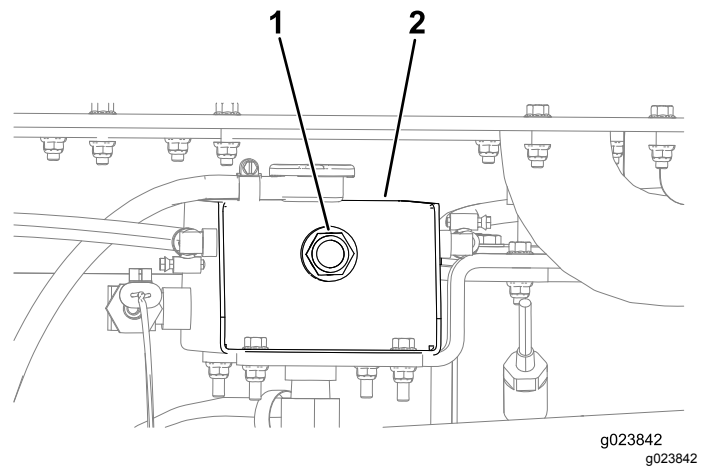

Figure 110
4. Contrôlez le niveau de liquide de refroidissement en observant l'indicateur de niveau au bout du réservoir de radiateur (Figure 110).